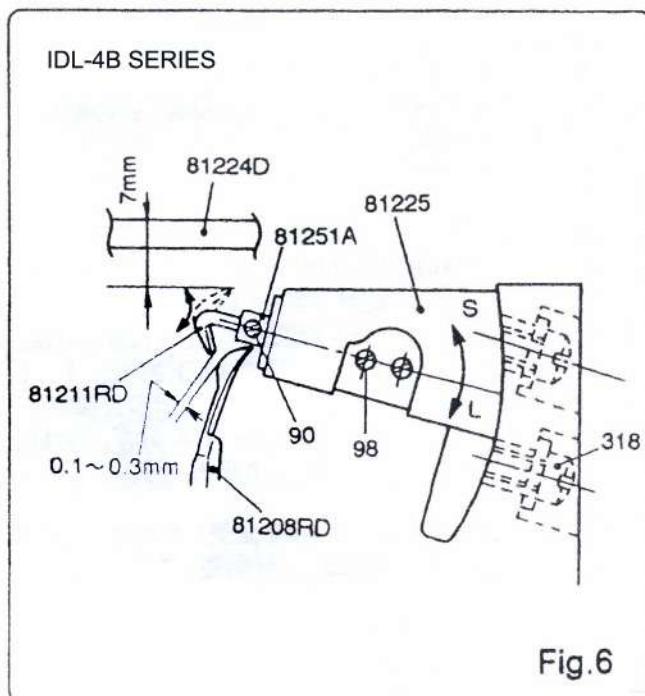

Fig. 6
- (2) Turn pulley clockwise to see point of upper looper clears shaved part of looper as looper moves to right and upper looper goes oppositely. Clearance between shaved part of needle and upper needle should be 0 to 0.1 mm, as shown in Fig. 5-a. To adjust, loosen setscrews (318) of looper shaft bearing (81255), Fig. 6, and move the bearing in direction of S to decrease clearance, and in direction of L to increase. After adjusting, tighten setscrews. Turn pulley clockwise until upper looper is in the most forward position. Clearance between needle and upper looper must be 0 to 0.3 mm, as upper looper moves to right, as shown in Fig. 5-b.
- (2) 次に、プーリーを時計方向に廻して、ルーバーが右側に動き、上ルーバーが左側に動いてFig.5-aで示す通り、ルーバーの向こう側のエグリ部を上ルーバーの先端が通過する所があります。この時エグリ部と、上ルーバーのスキマをチェックして下さい。そのスキマが0~0.1mmであれば、正しい位置にあります。もしそのスキマが狭かったり広い場合は、Fig.6で示すスプレッター軸受 (81255) のセットネジ (318) を緩めて調整して下さい。スプレッター軸受を上方向 (S) に動かすとスキマは狭くなり、下方向 (L) に動かすと広がります。正しい寸法がえられたら、スプレッター軸受けのセットネジを締付けて下さい。そしてプーリーを時計方向に廻して、上ルーバーが最も前進した位置より右に動いて行くとき、Fig.5-bで示す通り針と上ルーバーのスキマが0~0.3mmになっているか確認して下さい。
Thread retainer (81211RD) holds lower thread so lower looper (81208RD) may enter loop of upper thread with ease. It must be 7 mm below surface of throat plate (81224D), shown in Fig. 6, when it is in most upright position. To adjust, loosen setscrews (98) of spreader lever (81213A) and turn spreader lever shaft (81251A) as appropriate. Move lower looper further to right, and see that thread retainer goes downward and lower looper crosses thread retainer. Clearance between jaw of lower looper and thread retainer should be 0.1 to 0.3 mm. To adjust, loosen setscrew (90) of spreader lever shaft (81251A) and move thread retainer as appropriate in axial direction.
糸サバキ (81211RD) は下ルーバー (81208RD) が上糸のループに入るまえの下糸を押える働きをします。調整は Fig.6で示す通り、糸サバキが最も上向きになった時、針板 (81224D) 上面より7mmになるように、スプレッダー台 (81213A) のセットネジ (98) をゆるめ、スプレッダー台 (81251A) を廻して調整して下さい。